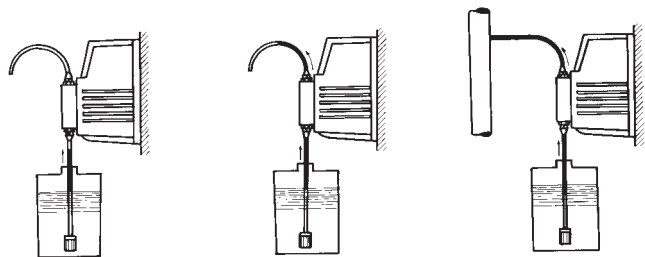

Fig. 9
❻ Sfilare le due capsule di protezione dai raccordi, inserire fino in fondo i tubetti sui relativi attacchi conici e bloccarli con le apposite ghiera di fissaggio (fig. 8). Nel caso in cui per qualsiasi motivo la pompa dovesse essere tolta dall'impianto, si consiglia di riutilizzare le capsule di protezione, onde evitare indebite fuoriuscite di liquido dal corpo pompa. Prima di fissare il tubetto di mandata all'impianto adescare la pompa dosatrice come da sequenza in fig. 9.
❻ Unscrew the two protection capsules from the tube connections insert the tubing on the conic fittings and lock them with the tube nuts (fig. 8). When the pump operations are stopped, to avoid leakage of the liquid still contained in the pump head, replace the two protection capsules (supplied with the pump) on the tube connection. Before installing the discharge tubing prime the metering pump as shown in fig. 9.